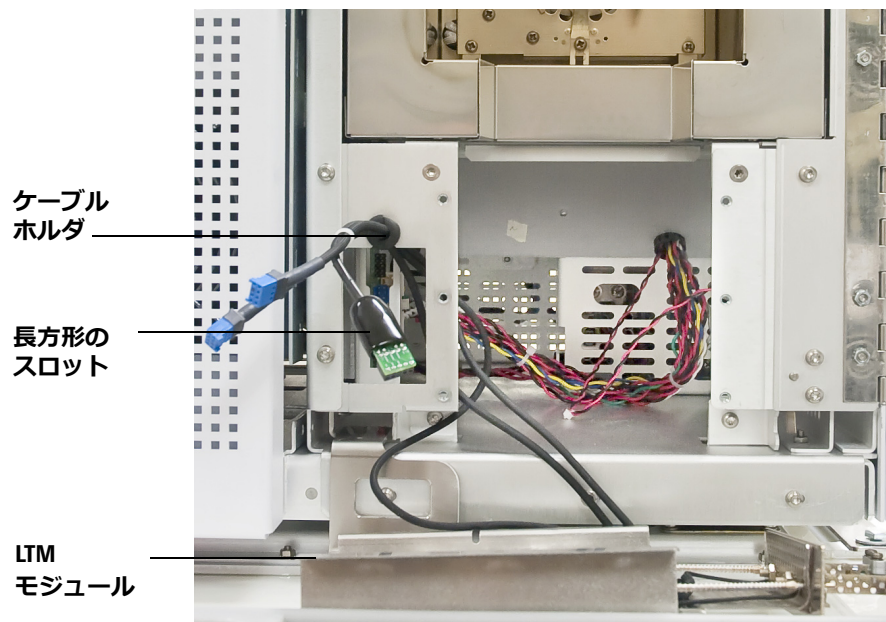

図 13 ケーブルの取り外し
- 9 ケーブルを取り外す間、機器の前のベンチスペースに LTM カラムモジュールを置きます。図 13 を参照してください。
- 13 ケーブルの束がフレーム上の接続ポイントの外側になるようにブッシングをずらし、カラムモジュールアセンブリの取り外しを完了します。図 13 を参照してください。